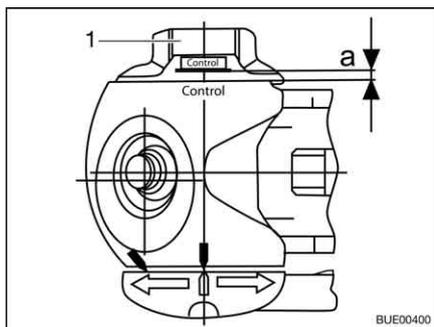

Fig. 223 Control de desgaste
- Girar la ruedecilla (Fig. 223,1) hasta comprobar que la limitación de par emita un sonido audible. Dirección de giro: En sentido de las agujas del reloj.
- Distancia $a > 0$ (Fig. 223): Desgaste dentro del margen permitido.